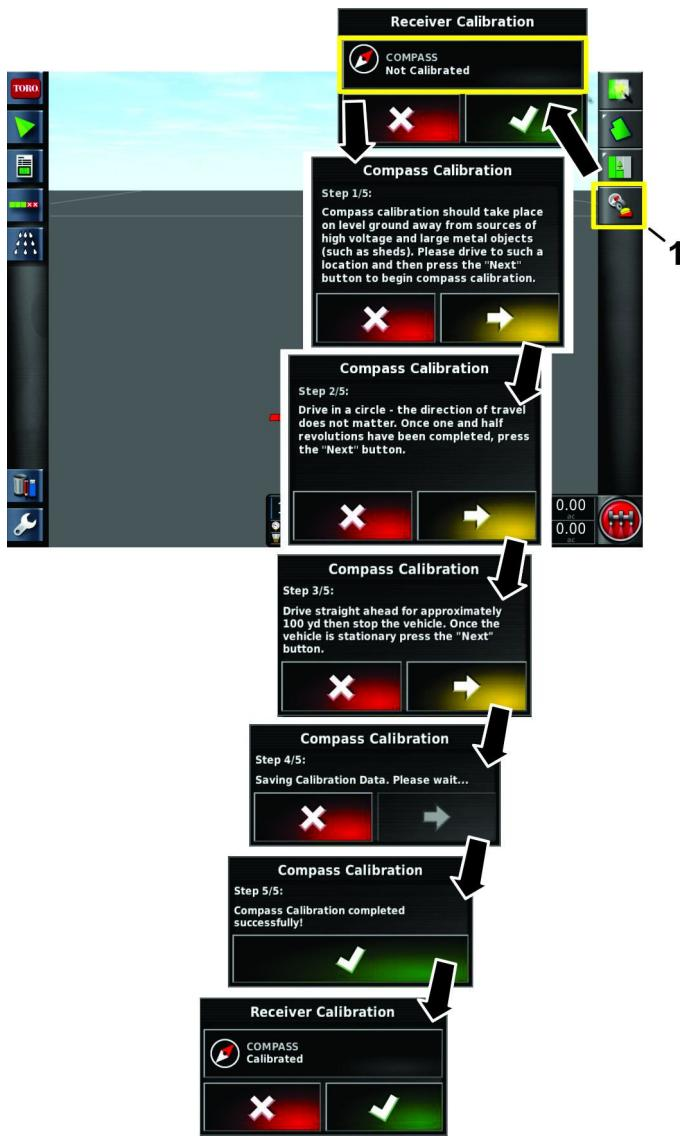

Figura 73
1. Selezionate l'icona di taratura del ricevitore (Figura 73).
2. Selezionate l'icona della bussola (Figura 73).
4. Premete l'icona Avanti (Figura 73).
6. Confermate la taratura (Figura 73).